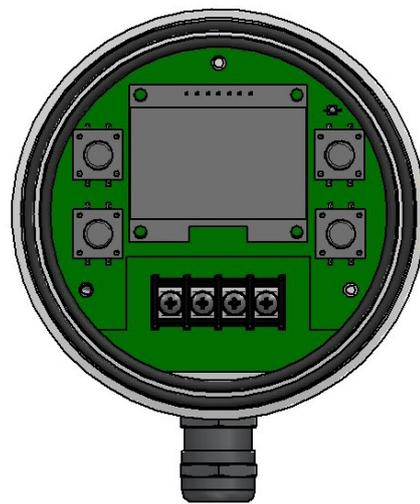

Рисунок 2 - вид ДНУ изнутри
2.3.2 Кнопками «М», «Н», «↑» и «↓» (см. рисунок 2) происходит выбор режима работы датчика ДНУ, калиброка, переключение режима отображения показаний.